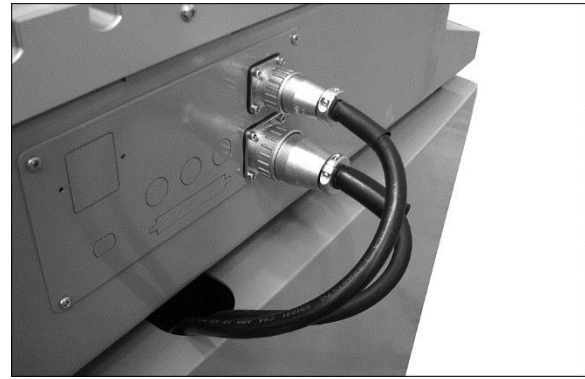

Figure 7-19
1. Presser les connecteurs des câbles dans leurs connecteurs correspondants (figure 7-19) et tourner les collets pour les sécuriser.